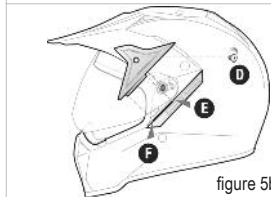

figure 5b
Placer la visière sur le mécanisme de façon à ce que l'emplacement de rotation (G) soit inséré dans l'anneau de rotation (H). Placer la cover par dessus la visière jusqu'à faire correspondre le trou de la cover avec celui se trouvant sur la calotte (D figure 5b).
Dévisser légèrement la vis centrale se trouvant sous le petit carter (D fig 5b).